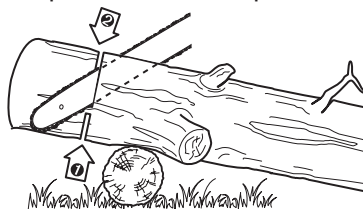

Fig. 33
2. Quando o tronco é suportado numa extremidade (Fig. 33), cortar 1/3 do diâmetro a partir da parte inferior (debaixo do tronco). Em seguida, fazer o corte acabado por cima para satisfazer o primeiro corte.